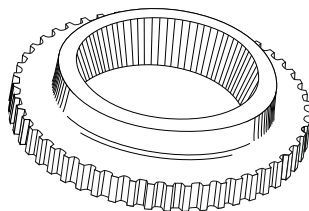

Рис. 2
1. Снимите со старого привода с крестовиной ротор АБС. (рис.2)